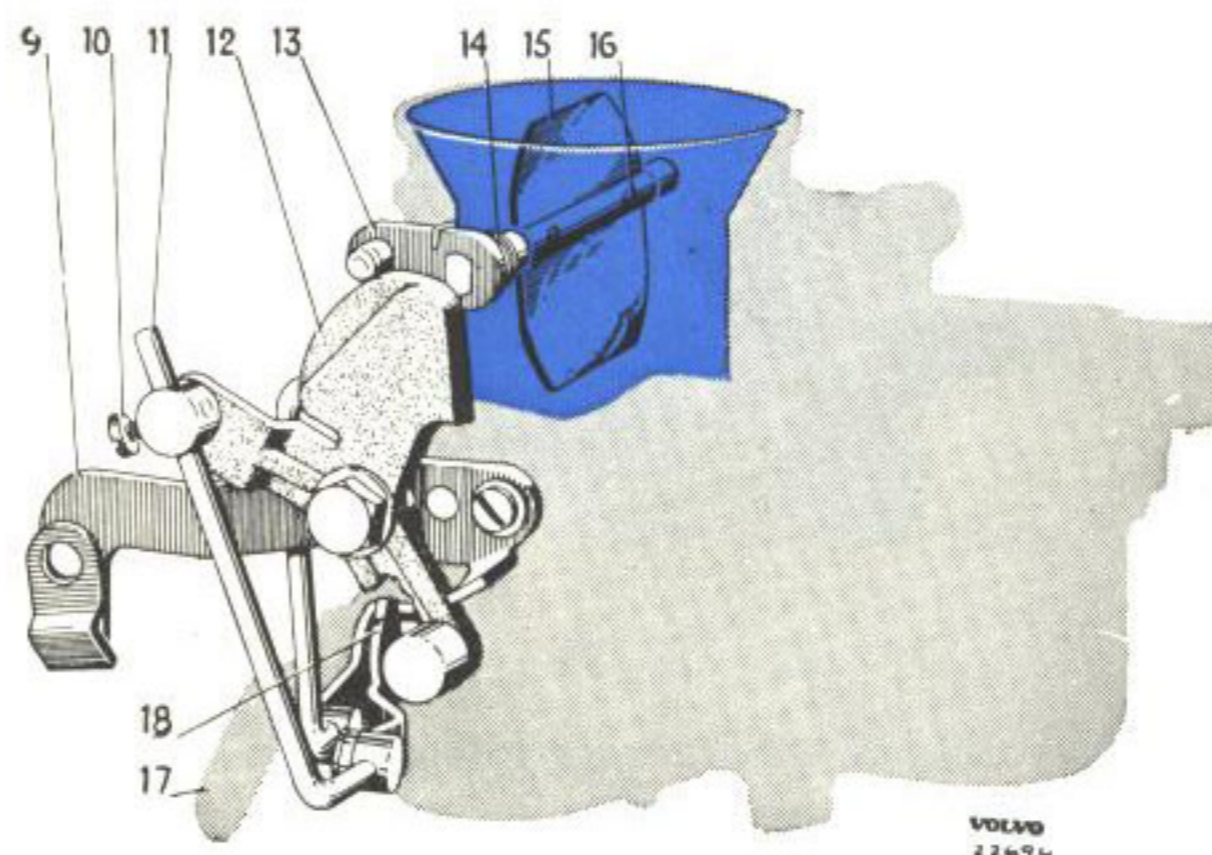

Bild 11. Chokeanordning med snabbtomgång.
För att berika bränsleluftblandningen vid start av kall motor användes chokeanordningen, som manövreras från instrumentbrädan med ett reglage. Då reglaget vid start drages ut röres den kamformade hävarmen (12, bild 11). Därvid påverkas luftspjället (15) av fjädern (14) på spjällaxeln så att det stängs varigenom kraftigare vakuum och därmed större bränslegenomströmning erhålles. När motorn startat och vakuomet ökar kan luftspjället dock öppna sig i viss mån, emedan stängningskraften erhålles av fjädern på spjällaxeln. Därigenom undvikes för fet bränsleluftblandning.